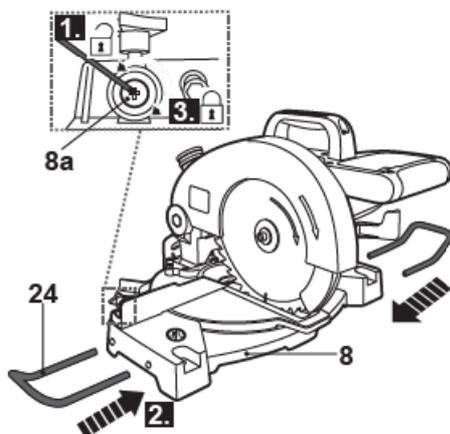

Fig. 2
- > Fixez-les en serrant les vis [8a] avec un tournevis adéquat (Fig. 2, 3).